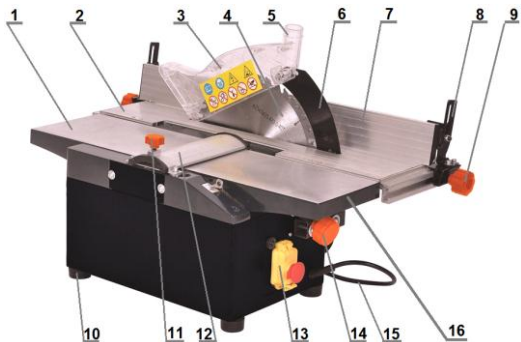

Рис. 2 Общий вид станка
4.1. Внешний вид станка показан на рис. 2 .